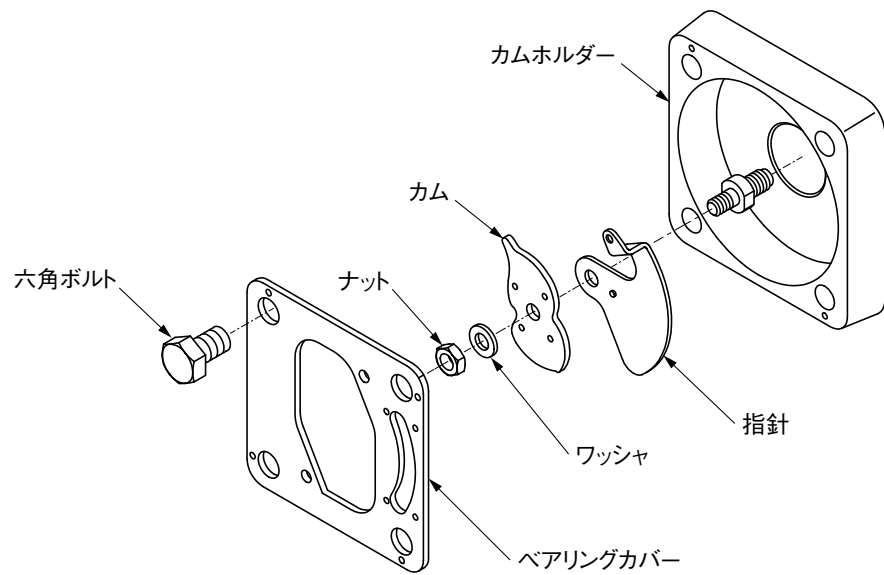

図 4-3
- 【2】 ポジシヨナを取り外したらナットを外して、バルブシステム先端についているカムと指針を取り外します。(図4-3参照)